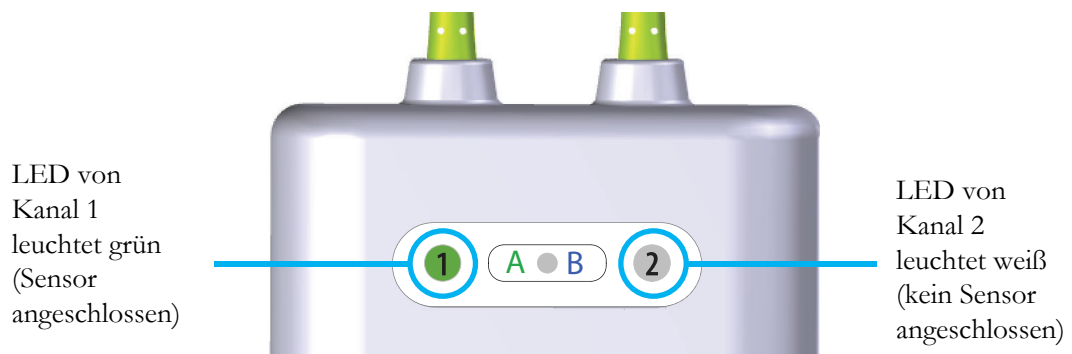

Abbildung 12-14 Anschließen eines Sensors an das Vorverstärkerkabel
- 6 Vergewissern Sie sich, dass die Farbe der Status-LED der Kanalanzeige am ForeSight Elite Moduls (FSM) von weiß zu grün wechselt, sobald der Sensor angeschlossen wurde. Siehe Abbildung 12-14.